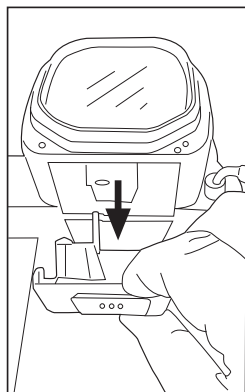

Fig. 17
- Après s'être saisi de la trémie, exercer une légère pression pour la décrocher du corps de la machine (**Fig. 17**).